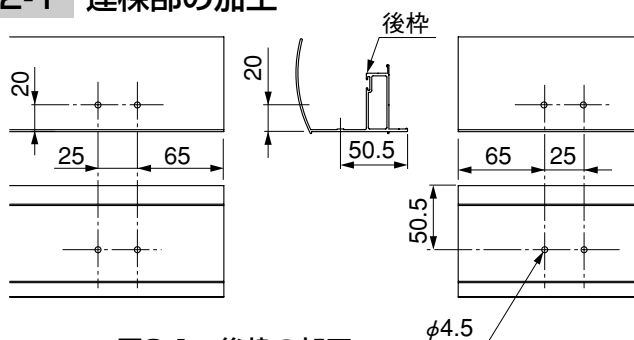
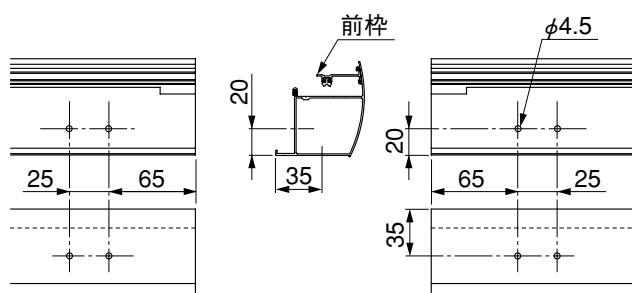

図2-1 後枠の加工
図2-2 前枠の加工
- ① 後枠・前枠・母屋の連棟側を穴加工してください。(図2-1、図2-2、図2-3参照)